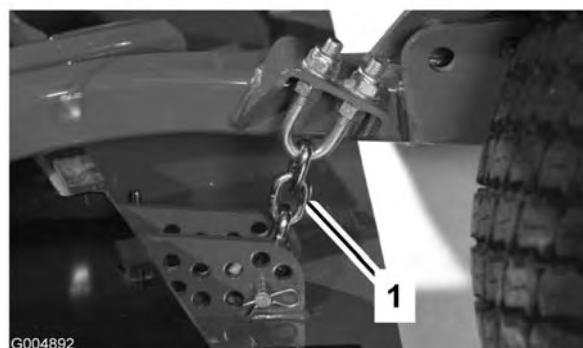

Figure 81
3. Enlevez la goupille fendue et l'axe de chape qui fixent les chaînes de hauteur de coupe à l'arrière du plateau de coupe (Figure 81).